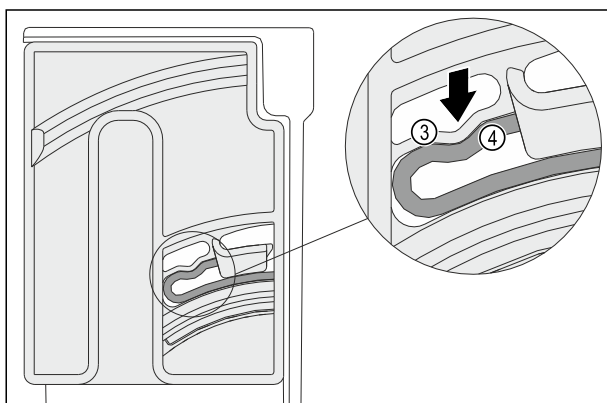

Fig. 138
- L'elemento elastico Fig. 138 (3) dell'unità di rotazione si innesta in modo udibile nel corpo circolare della nervatura Fig. 138 (4).